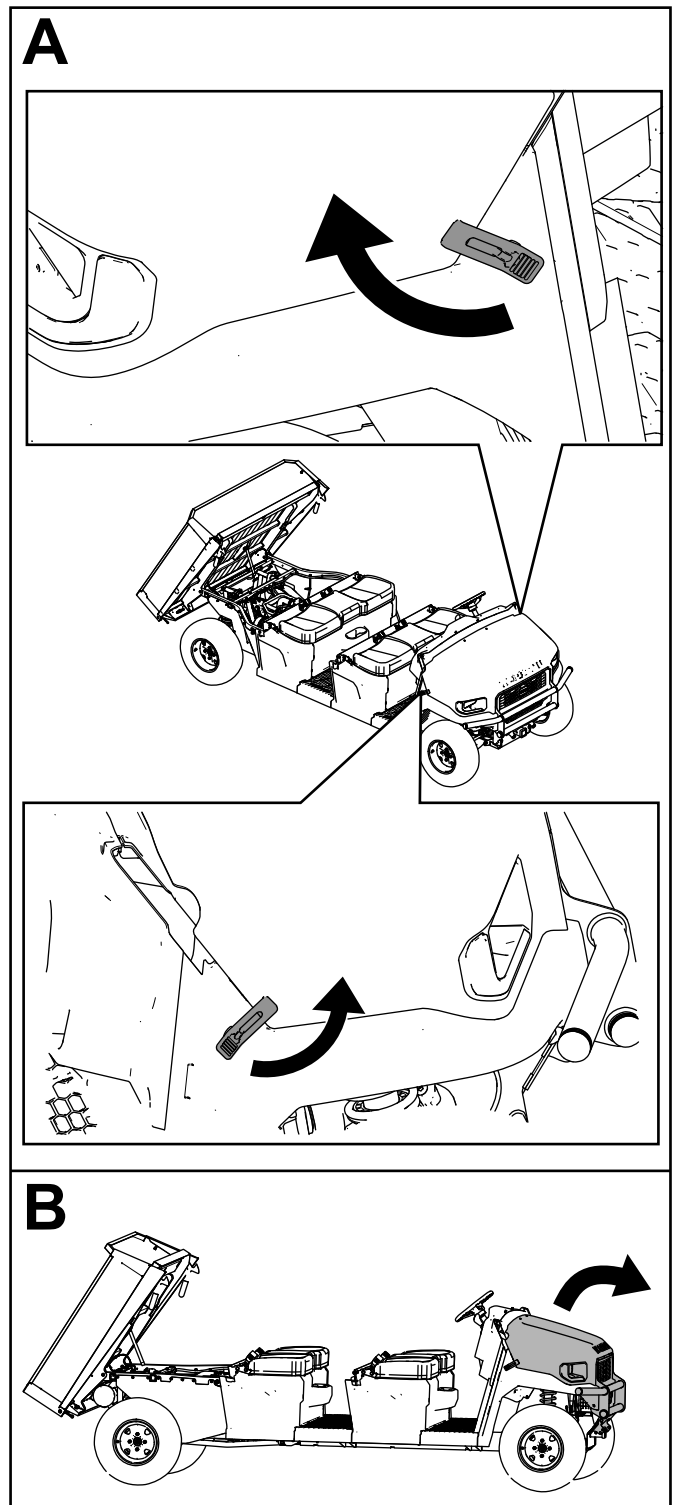

Figura 31
2. Alzate il cofano (Figura 31).